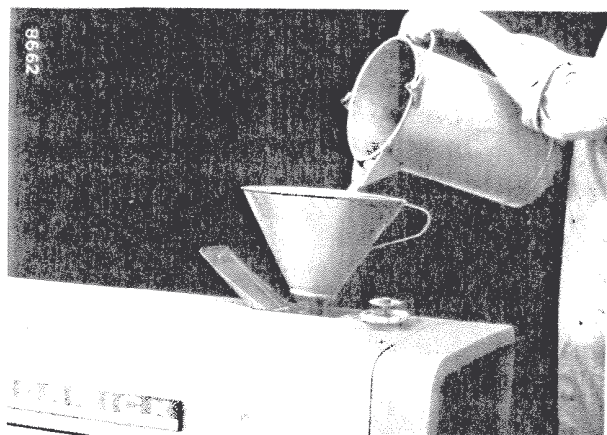
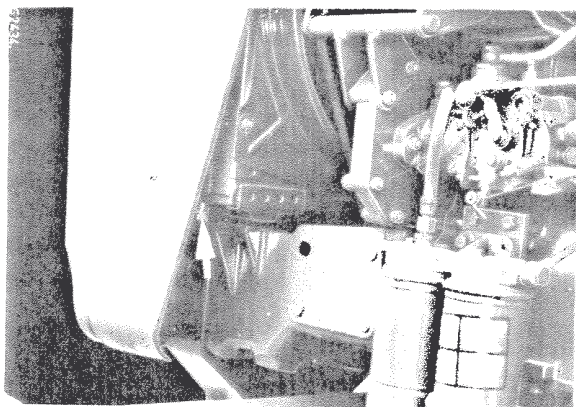
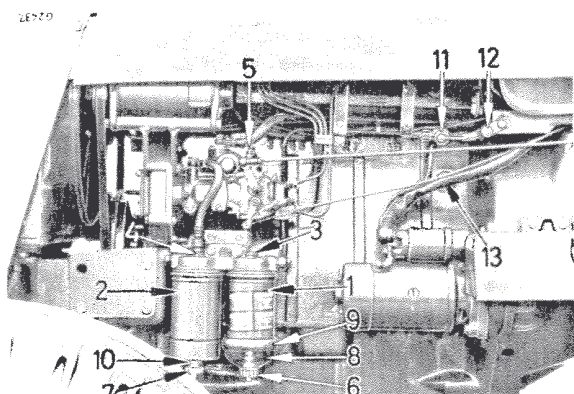
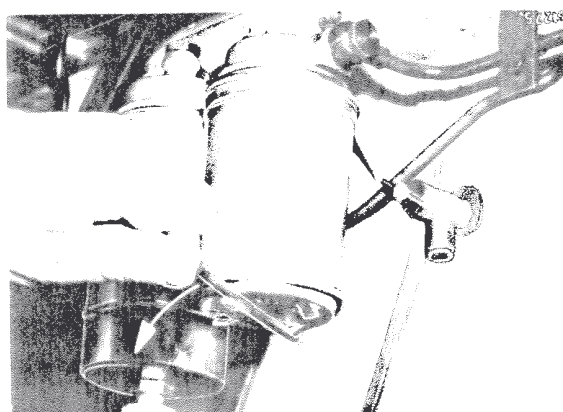

Fig. 43
Fig. 47
Fig. 53
Fig. 54
Pour vidanger le système de refroidissement, desserrez le bouchon de vidange indiqué par la flèche Fig. 47, et (13, Fig. 53). Enlevez le bouchon de radiateur (2, Fig. 43).
Suivant les conditions atmosphériques et particulièrement après l'arrêt du moteur, une eau de condensation se forme dans le réservoir. Vous éviterez la formation de cette eau de condensation en faisant le plein en combustible dès votre retour du travail. Avant de mettre le tracteur en marche le matin, ouvrez la vis de purge (12, Fig. 53) et refermez-la lorsque le combustible propre apparaît.
Le tracteur est équipé d'un filtre double comprenant un décanteur pourvu d'un bol transparent (Fig. 53).
Changez le filtre primaire (1, Fig. 53) après chaque 800 heures de travail et le filtre final (2) après chaque 1700 heures de travail ou plus fréquemment si vous constatez une perte de puissance.
Fermez le robinet d'arrêt du combustible (11, Fig. 53), retirez le collier (9) et enlevez la cuve transparente (6). Desserrez la vis (4) et si cela s'avère nécessaire, engagez une clé sur les pans de la vis creuse pour décoller la cuve. Vérifiez le joint entre la cuve et l'élément (1) et remplacez-le au besoin. Desserrez l'élément (1) au moyen d'un tournevis engagé en biais sur les ergots (Fig. 54).
Fermez le robinet d'arrêt de combustible (11, Fig. 53). Retirez le filtre final (2). Utilisez une clé au besoin car le fond du filtre est pourvu d'un bossage à six pans. Nettoyez l'embase avec du combustible ou du pétrole. Remettez le filtre neuf en place à l'aide des mains. Purgez le système d'alimentation et mettez le moteur en marche. Vérifiez qu'il n'y ait pas de fuites.
Effectuez le plein du réservoir à combustible et ouvrez le robinet d'arrêt (11) Fig. 53.